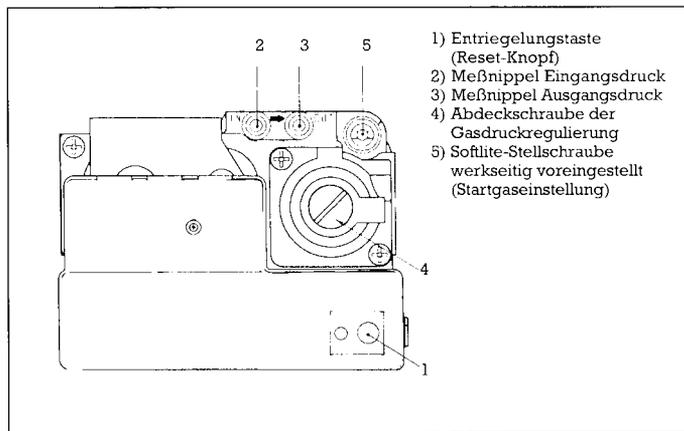

Abb. 7 Feuerungsautomat und Gasmagnetventil Honeywell CVI-Kombination
- Schraube im Meßanschlusnippel des Ausgangsdrucks lösen (siehe Gaskombi-Armaturen Abb. 7 + 8) und U-Rohr-Manometer anschließen.
- Düsendruck (falls erforderlich) an der Gasregulierschraube (siehe Gaskombi-Armatur) Abb. 7 + 8 einregulieren.
Zur Entriegelung öffnen Sie zunächst das Frontblech und drücken auf den leuchtenden roten Resetknopf am Feuerungsautomaten (Abb. 7, Pos. 1). Das Lämpchen erlischt und der Kessel ist betriebsbereit.